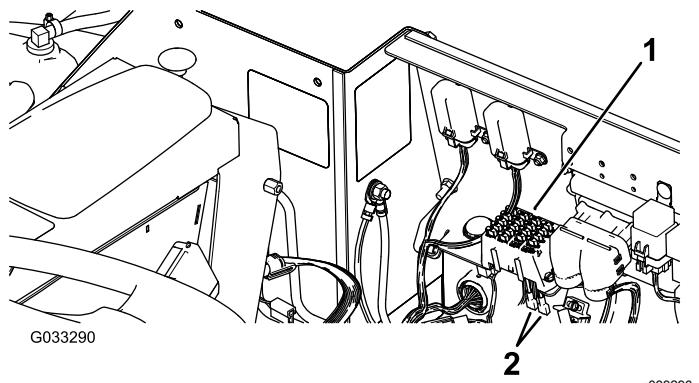
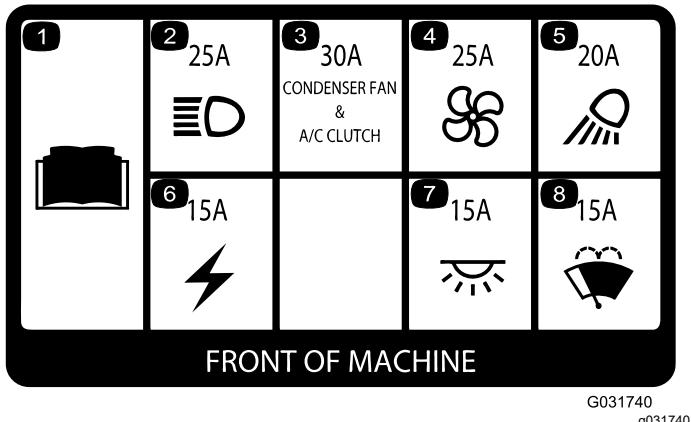
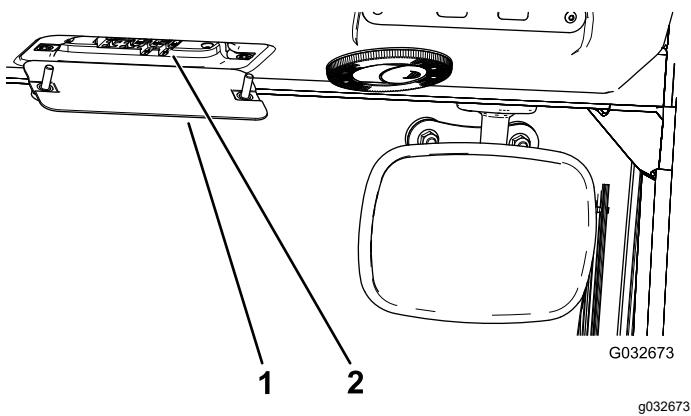

Figure 73
Figure 74
Figure 75
**Important:** Lors de l'installation d'un accessoire auxiliaire sur la machine, les seules sources d'alimentation électrique agréées sont le porte-fusibles du groupe de déplacement (Figure 73) ou de la cabine (Figure 75). Un maximum de 10 A est disponible à chacun de ces emplacements. Pour tout renseignement complémentaire, adressez-vous à votre concessionnaire Toro agréé.
Les fusibles de la cabine (Figure 74) sont situés dans le porte-fusibles sur la garniture de pavillon (Figure 75).